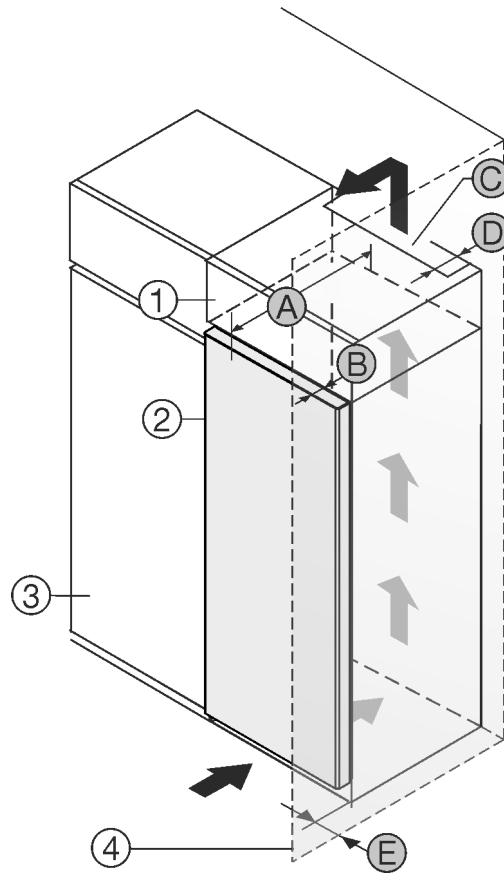

Fig. 1
- (1) Rátét szekrény\*
- (2) Berendezés\*
- (3) Konyhaszekrény\*
- (4) Fal\*
- (A) Készülék mélysége\*
- (B) Ajtó mélysége\*
- (C) Szellőzés keresztmetszete\*
- (D) Készülék hátsó oldalának távolsága\*
- (E) Távolság a készülék oldalától\*
A készülék közvetlenül a konyhaszekrény Fig. 1 (3) mellé állítható.\*
A rátét szekrény hátoldalán egy megadott mélységű Fig. 1 (D) szellőzőaknákat kell kialakítani a rátét szekrény teljes szélességében.\*
A mennyezet alatt be kell tartani a szellőző keresztmetszetet Fig. 1 (C).\*
Ha a készüléket a zsanérjaival a fal Fig. 1 (4) mellé állítja fel, legalább 13 mm távolságot kell tartani a faltól.\*
Ha a készüléket a zsanérjaival a fal Fig. 1 (4) mellé állítja fel, legalább 20 mm távolságot kell tartani a faltól.\*
Ahhoz, hogy az ajtót teljesen ki tudja nyitni, a készüléknek a konyhaszekrény elülső oldalához képest legalább az ajtó mélységének Fig. 1 (B) megfelelően ki kell állnia. A konyhaszekrények Fig. 1 (3) mélységétől és a fali távtartók használatától függően a készülék nagyobb mértékben is túllóghat előre felé.\*